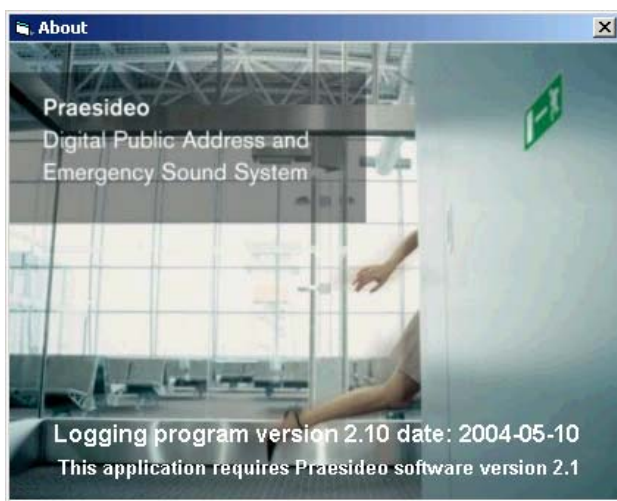

figura 47.2: Finestra Informazioni su
- 1 Fare clic su *Start > Programs > Praesideo > NcLogging* per avviare *Logging application*. Appare una schermata simile a quella in figura 47.2.